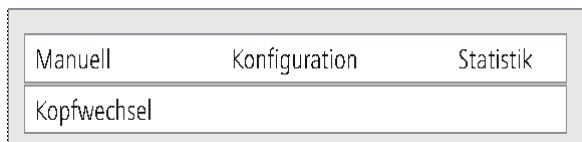
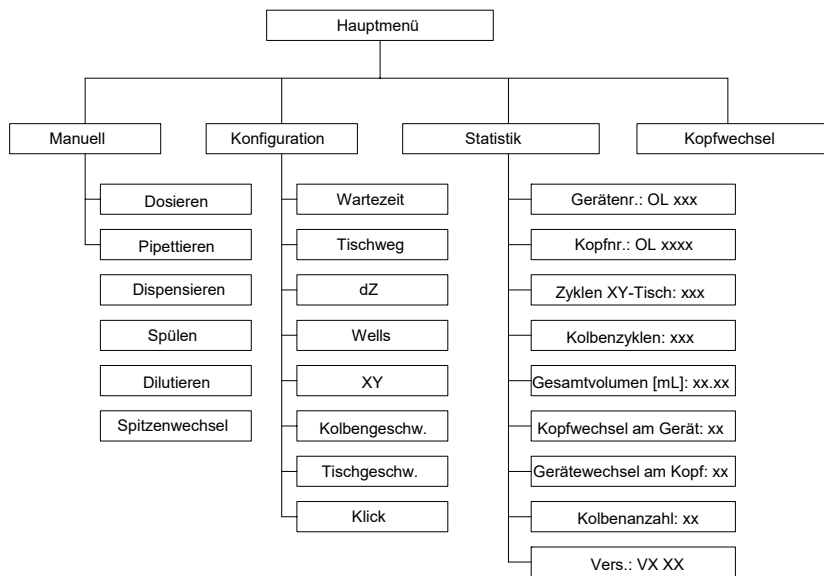

Abb. 34: Displayanzeige – Hauptmenü
Abb. 35: Übersicht der Menüstruktur mit Pipettierkopf
- Der CyBio Well vario kann über das Bedienpult neben dem Gerät bedient werden. Nach dem Einschalten des Gerätes stehen Ihnen in der Handsteuerung folgende Menüs zur Verfügung, in denen Sie weitere Unterprogramme und Gerätefunktionen aufrufen bzw. abarbeiten können (→ siehe Abb. 34 und → Abb. 35):
Der CyBio Well vario kann über das Bedienpult neben dem Gerät bedient werden. Nach dem Einschalten des Gerätes stehen Ihnen in der Handsteuerung folgende Menüs zur Verfügung, in denen Sie weitere Unterprogramme und Gerätefunktionen aufrufen bzw. abarbeiten können (→ siehe Abb. 34 und → Abb. 35):